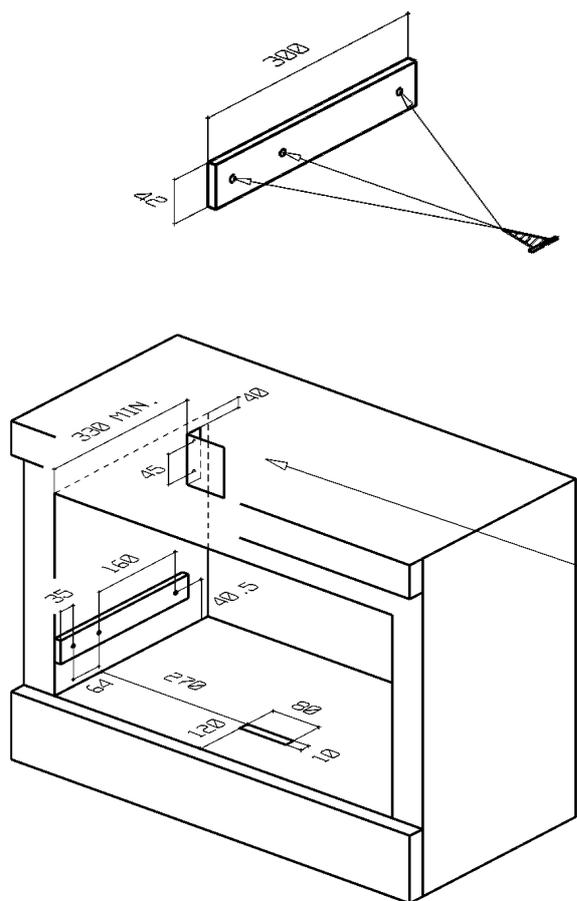

Fig. 2
- Fissare gli appositi supporti (dx e sx) per le guide telescopiche con tre viti per legno (fig. 2), seguendo attentamente le misure riportate in fig. 2
- Eseguire sul ripiano inferiore del vano una feritoia con le dimensioni riportate in fig. 2
- Fissare il gruppo alimentazione (fig. 3) sul retro in alto a sinistra del vano utilizzando due viti per legno come indicato in fig. 2